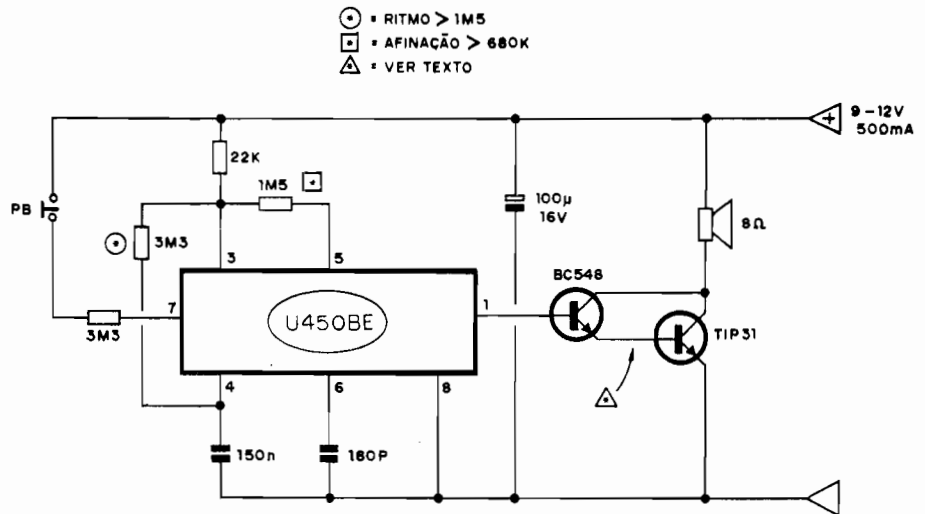
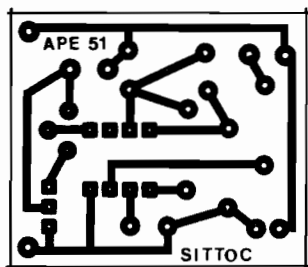
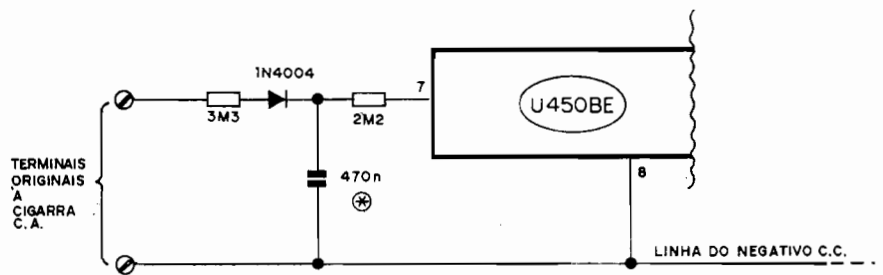
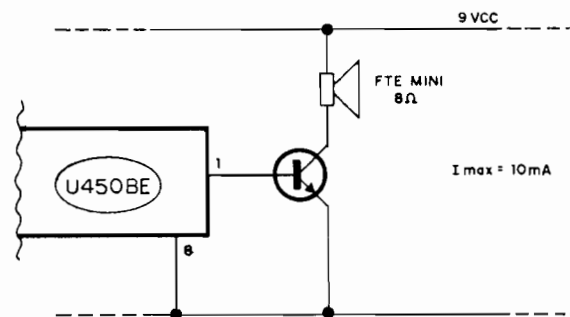

Fig.1
Fig. 2
Fig.5
Fig.6
- **FIG. 1 - O CIRCUITO** - No "coração" da montagem está o mencionado Integrado dedicado, específico (tanto que o seu próprio "nome técnico", atribuído pelo fabricante, é GERADOR DE 3 TONS, PARA EQUIPAMENTOS ELETRÔNICOS DE "CHAMADA"...). Dentro do "bichinho" temos pelo menos 10 importantes blocos funcionais, incluindo dois clocks (um para as tonalidades básicas e outro para o sequenciamento), comutadores, fontes de Corrente e de Tensão de referência, múltiplos divisores programáveis de Frequência (responsáveis pela harmonia dos tons gerados...) e módulos de saída (em **push-pull**, embora no presente circuito aproveitamos apenas uma das "fases" da dita Saída...), etc. Se o Leitor/Hobbysta de A.P.E. já não estivesse acostumado com as modernas maravilhas da micro-Eletrônica, seria até difícil de acreditar que **tanta coisa** foi "enfia" dentro daquela minúscula caixinha preta de 8 perminhas...! Uns poucos resistores e capacitores externos (cujos valores devem ficar dentro de parâmetros específicos, recomendados pelos Manuais do fabricante...)
- **FIG. 2 - LAY OUT DO CIRCUITO IMPRESSO ESPECÍFICO** - Do tamanho de uma caixa de fósforos (algumas décadas atrás, um circuito desse
gênero demandaria uma placa do tamanho de uma caixa de sapatos!) a plaquinha é de facilíssima confecção... Atentar para o seguinte: o **lay out** refere-se, obviamente, ao módulo básico, descrito em diagrama esquemático na fig. 1... Qualquer das eventuais adaptações ou alterações propostas no decorrer do texto, ou nas demais ilustrações, poderá acarretar a necessidade de modificações no desenho do padrão cobreado... De qualquer forma, contudo, o **lay out** da fig. 2 poderá sempre servir como "esqueleto" dos diagramas a serem desenhados, especificamente para as necessidades. A escala da figura 1:1 (tamanho natural, é só "carbonar", diretamente...) e o desenho, traçagem, corrosão, limpeza e furação da placa devem seguir as normas e instruções exaustivamente mencionadas em A.P.E. Outra coisa: o bom aproveitamento dessa técnica construcional (Circuito Impresso) exige o acompanhamento de algumas normas elementares - porém importantes - mencionadas sempre nas INSTRUÇÕES GERAIS PARA AS MONTAGENS... Quem ainda for muito "começante", deve consultar tais instruções, lá nas primeiras páginas de toda A.P.E.
- FIG. 5 - ADAPTANDO A SITTOC MAIS ESPECIFICAMENTE, PARA CAMPAINHA RESIDENCIAL - Nas instalações domésticas já existentes, normalmente a conexão da campainha da porta segue o esquema de intercalar o interruptor de pressão entre uma cigarra (instalada na área de serviços, num **hall**, ou mesmo na copa/cozinha...) e a C.A. local.. Nesse caso, para máximo aproveitamento da instalação já existente, basta remover a cigarra para C.A. original e promover o acoplamento do circuito da SITTOC, porém com a anexação da rede protetora/conformadora mostrada na figura... Nesse caso, o resistor original de 3M3 (rever fig. 1) será eliminado, substituído pelo conjunto formado pelos resistores de 2M2 e 3M3 (este em "nova posição", notem...), capacitor de 470n x 250V e diodo 1N4004... O capacitor é importante por dois motivos: filtra o zumbido de C.A. que interferiria com os sons gerados pelo circuito e, ao mesmo tempo, introduz uma certa temporização automática ao sistema, com o que, mesmo um breve toque na campainha proporcionará uns 2 ou 3 segundos de "manutenção" no
sequenciamento harmônico da SITTOC, "dando tempo" para a execução de - pelo menos - as suas três notas fundamentais... O restante do circuito fica exatamente como descreve o diagrama da fig. 1.
- FIG. 6 - "MANEIRANDO" A POTÊNCIA DE SAÍDA DA SITTOC - No módulo básico (fig. 1), a Potência de saída não é do tipo "desprezível"... Apesar da simplicidade do circuito, a sonoridade é bastante forte e "impressionante"... Entretanto, em algumas aplicações (como em brinquedos, por exemplo...), o Hobbysta pode pretender uma sonoridade bem mais branda, aliada a um consumo de Corrente também "maneiro", adequando o conjunto à alimentação por pilhas ou bateriazinha... Nesse caso - conforme indica o diagrama, basta desfazer o **Darlington** de saída, eliminando o transistor TIP31 (esse arranjo permite inclusive, com alguma atenção e habi-
lidade, aproveitar-se sem modificações de desenho, o **lay out** de Circuito Impresso - fig. 2...) e mantendo apenas o BC548, este acionando diretamente (via coletor, e ao positivo da alimentação...) um alto-falante mini, 8 ohms... Sob 9V, no máximo uns 10mA serão drenados da bateria (ou pilhas) durante o sinal sonoro. O conjunto todo ficará suficientemente compacto para fácil "embutimento" em carrinhos ou outros brinquedos, aos quais acrescentará então interessantes efeitos sonoros...
O Hobbysta "macaco velho" (e mesmo o iniciante atento) poderá, a partir do módulo básico - fig. 1 - inventar "mil e uma", desde que atendo-se sempre aos limites e faixas já mencionados... Um ponto importante: os requisitos gerais de Corrente do U450BE são inerentemente **baixos**, e assim, em qualquer caso, o resistor instalado entre o pino 3 e a linha do **positivo** geral da alimentação deverá ser mantido num valor proporcional (nunca inferior aos 22K originais, para Tensões de linha entre 9 e 12V, e naturalmente em maior valor ôhmico, se a alimentação for em "voltagens" também maiores...). Embora o Integrado contenha reguladores internos de Corrente e Tensão para os seus módulos intrínsecos, não se deve "exagerar" os parâmetros, para não correr-se o risco de danos ao componente (ele é bastante robusto, mas mesmo o Rambo, se tomar uma rajada de metralha pelo peitoral, "dançará", né...?). De qualquer modo, no cálculo do resistor série (no caso do circuito básico, o de 22K) da alimentação positiva, ao pino 3, deve levar-se em conta o seguinte: a Corrente **mínima** requerida pelo Integrado fica em torno de 200uA, e a **máxima** absoluta em 10mA... "Lá dentro" do pino 3 existem um zener de 3,73V, sob uma Resistência interna de 50R, que condiciona, automaticamente, os parâmetros de Tensão para os diversos blocos funcionais... Lembrem-se disso, ao eventualmente recalcular a alimentação para circuitos experimentais ou variações do módulo básico ora descrito...